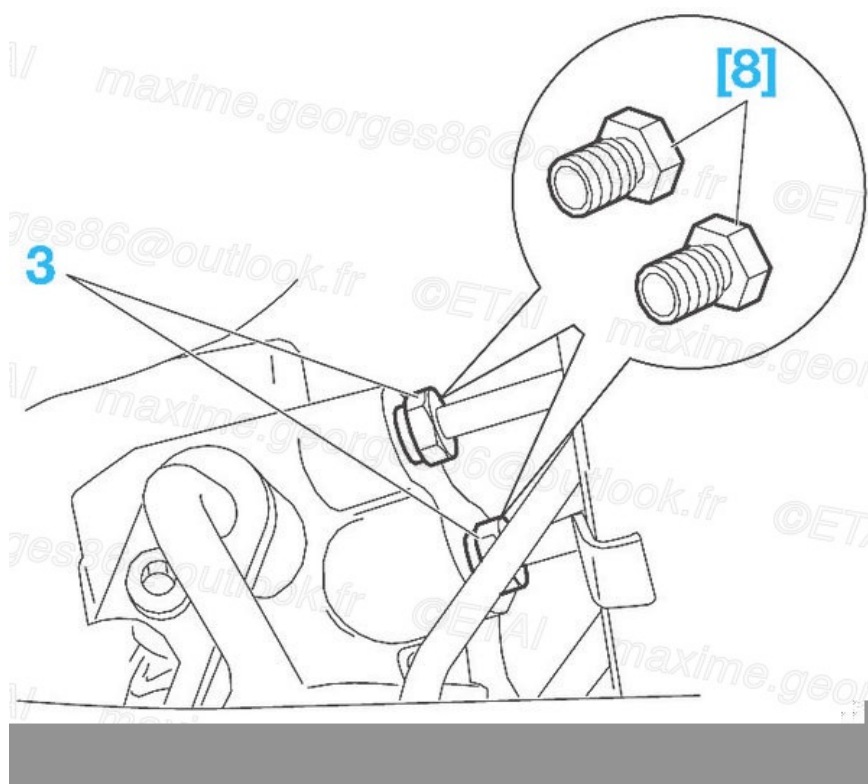

Fig.25
- Débrancher les deux tuyaux d'alimentation (3) de la valve distributrice, et les écarter (Fig.25) (/media/RTA/RTA_714/RTA714A-006-025X.jpg).